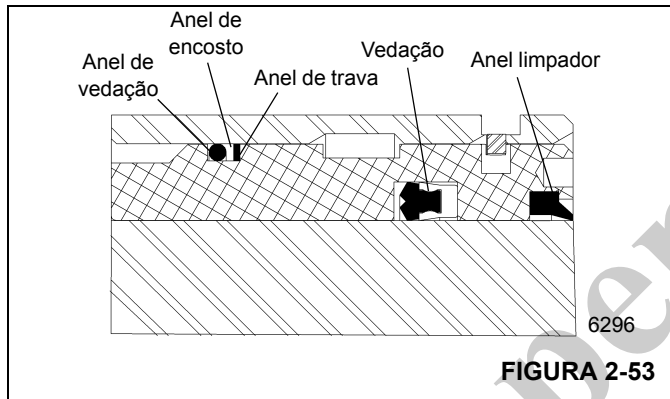

FIGURA 2-53
1. Instale o anel limpador e a vedação de reposição na parte interna da cabeça (Figura 2-53).
2. Instale o anel de vedação, o anel de encosto e o anel de trava na parte externa da cabeça (Figura 2-53).